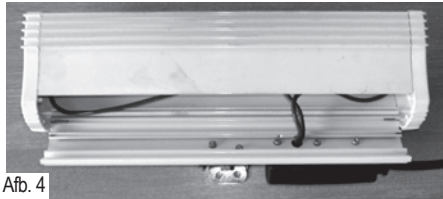

Afb. 2
4. Verwijder de lamp van de aansluitblokken door de in Afb. 2 getoonde schroeven los te draaien.